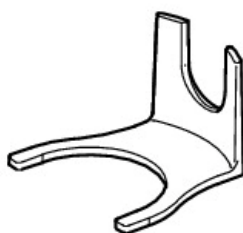
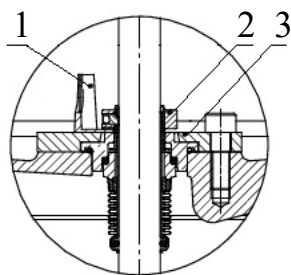

Рис. 9
Рис.10
2. Зафиксировать положение уплотнения вала, для чего установить на вал регулировочный калибр смотрите Рис. 9 поз. 1 между уплотнением вала поз. 2 и держателем уплотнения поз. 3, смотрите Рис. 10.
4. Перед установкой муфты необходимо проверить, чтобы регулировочный калибр оставался между уплотнением вала и держателем уплотнения, смотрите Рис.10.
5. Перед установкой муфты необходимо проверить, регулировочный калибр оставался между уплотнением вала и держателем уплотнения смотрите Рис. 10.
2. Зафиксировать положение уплотнения вала, для чего установить на вал регулировочный калибр между уплотнением вала и держателем уплотнения, смотрите Рис. 10.
2. Перед установкой муфты необходимо проверить, чтобы регулировочный калибр оставался между уплотнением вала и держателем уплотнения см. Рис.10.
6. Поднять вал насоса и установить на него регулировочный калибр между уплотнением вала и держателем уплотнения смотрите Рис. 10.
6. Поднять вал насоса и установить на него регулировочный калибр между уплотнением вала и держателем уплотнения, смотрите Рис. 10.